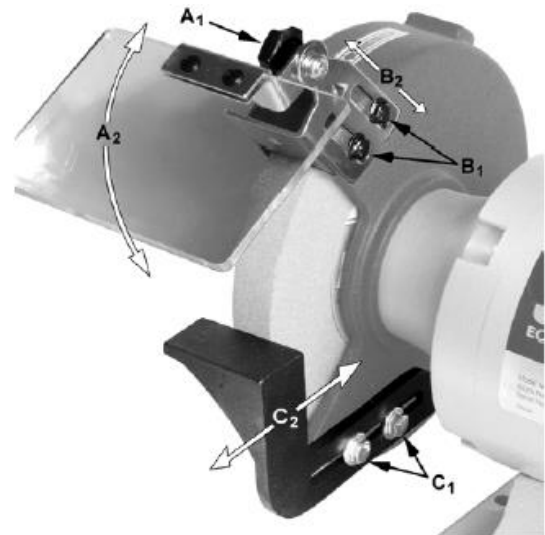

Рис.3
1. Ослабьте винты (A₁, Рис. 3).
2. Установите экран для защиты глаз на необходимый угол (A₂, Рис. 3).
1. Ослабьте винты (B₁, Рис. 3).
2. Переместите искрогаситель на расстояние 4 мм от поверхности шлифовального круга (B₂, Рис. 3).
3. Затяните винт (B₁, Рис. 3).
1. Ослабьте винты (C₁, Рис. 3) при помощи 12 мм гаечного ключа.
2. Переместите подручник (C₂, Рис. 3) на расстояние 4 мм от шлифовального круга.
3. Затяните винты (C₁, Рис. 3).